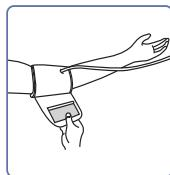

Fig. 4
- Trageți manșonul astfel încât marginile superioare și inferioare să fie strânsă în jurul brațului dumneavoastră (Fig. 4).